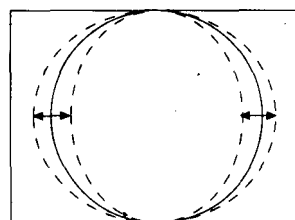

Fig. 3
- d) Ajustar la amplitud horizontal para obtener un 9% de sobre-escaneo (Fig. 3).